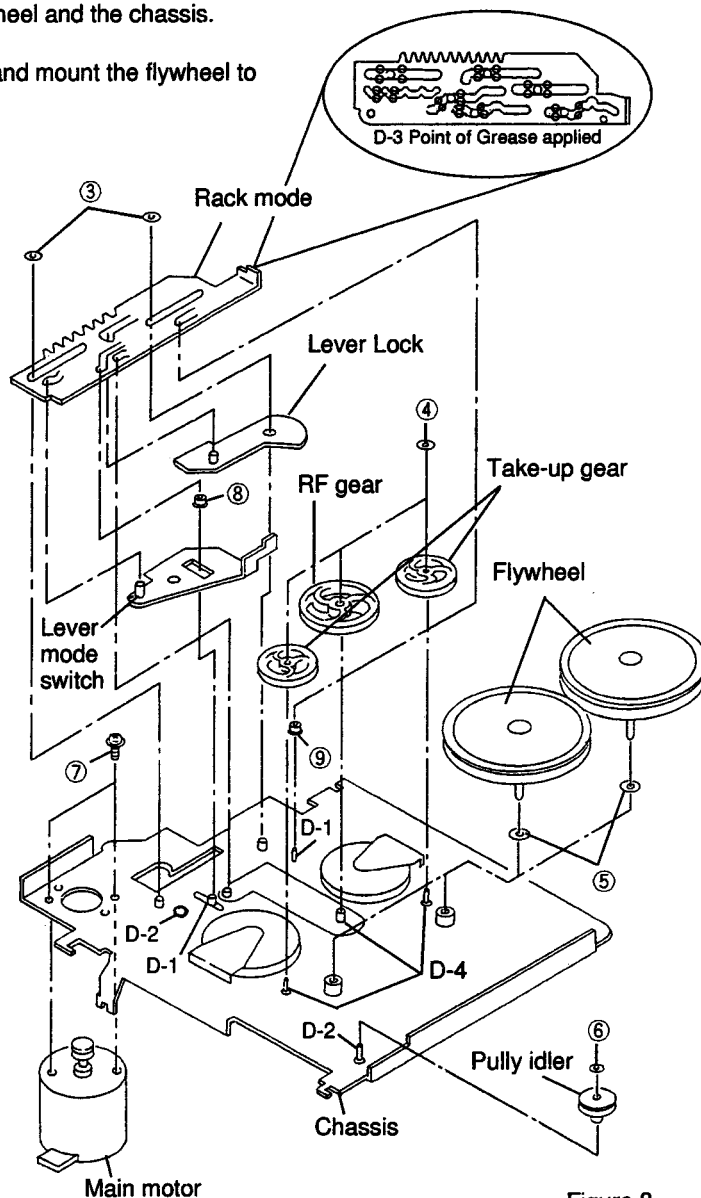

Figure 8
(2) Remove two screws ⑦, and remove the main motor as shown in Figure 8.
(3) Mount the new motor following the removal steps in the reverse order.
(2) 2本のネジ⑦を外し、メインモーターを外します。(図8参照)
(3) 良品のメインモーターを取り外し方法の逆の手順で組み立てます。
(Refer to Figure 8)
(1) ベルトを外した後、2個のフライホイールを引き抜きます。この時フライホイールとシャシーの間にそれぞれ1個のポリスライダワッシャー⑤がありますので紛失しない様に注意して下さい。(図8参照)
(2) 良品のフライホイールにポリスライダワッシャーを取り付け、シャシーに取り付けます。
(1) Remove M1.7 lock washer ③, and remove the rack mode as shown in Figure 8.
(2) Apply the molykote G paste to the section D-3, and mount the rack mode following the removal steps in the reverse order.
(1) 2個のロックワッシャー③ (M1.7) を外し、シャシーより引き抜き、ラックモードを外します。(図8参照)
(2) 良品のラックモードのD-3部分にモリコートGペーストを塗布し、取り外しの逆の手順で取り付けます。
- (1) After removing the rack mode, remove the lever lock and lever mode switch. (Refer to Figure 8)
- (2) Pull it up from the stud and remove the two roller mode ⑧, ⑨ as shown in Figure 8.
- (3) Apply the molykote G paste to the section D-1, the grease (PG-671) to the section D-2 and mount the roller mode/lever mode switch/lever lock following the removal steps in the reverse order.
- NOTE : ① Check to see the roller mode is inserted without fail.
- (1) ラックモードを外した後、レバーロック、レバーモードスイッチの順に引き抜きます。(図8参照)
- (2) 2個のローラーモード⑧、⑨をスタートより引き抜きます。(図8参照)
- (3) D-1部分にモリコートGペースト、D-2部分にグリス(PG-671)を塗布し、取り外し方の逆の手順で取り付けます。
- [注意] ① ローラーモードの挿入忘れがないこと。
- (1) Remove M1.2 lock washer ④, pull it up from the stud and remove the gear as shown in Figure 8.
- (2) Mount it, following the removal steps in the reverse order.
- (1) ロックワッシャー④ (M1.2) を外し、スタートより引き抜きギアを外します。(図8参照)
- (2) 取り外し方の逆の手順で取り付けます。
- (1) 2個のロックワッシャー④ (M1.2) を外し、スタートより引き抜きギアを外します。(図8参照)